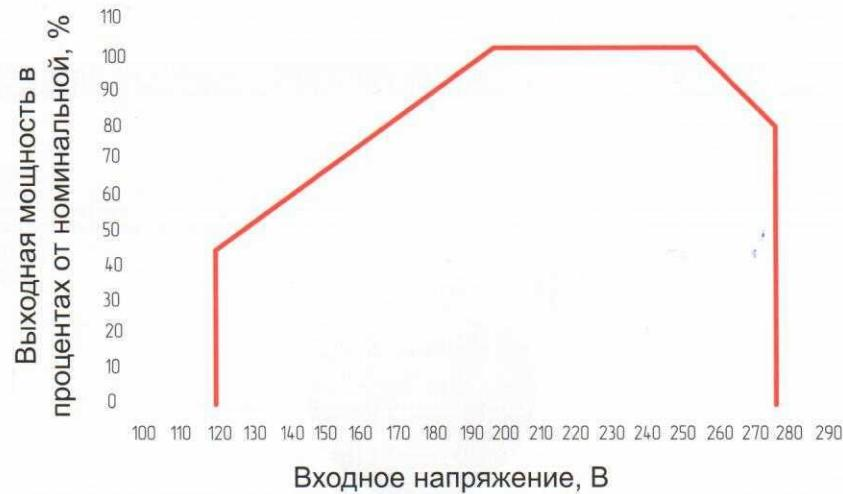

Рис.3
4. Номинальная мощность нагрузки в диапазоне 198В-255В, ВА (см. рисунок 3)
ВНИМАНИЕ! Общая мощность нагрузки, подключаемой к стабилизатору не должна превышать указанную мощность (см.рис.3)!